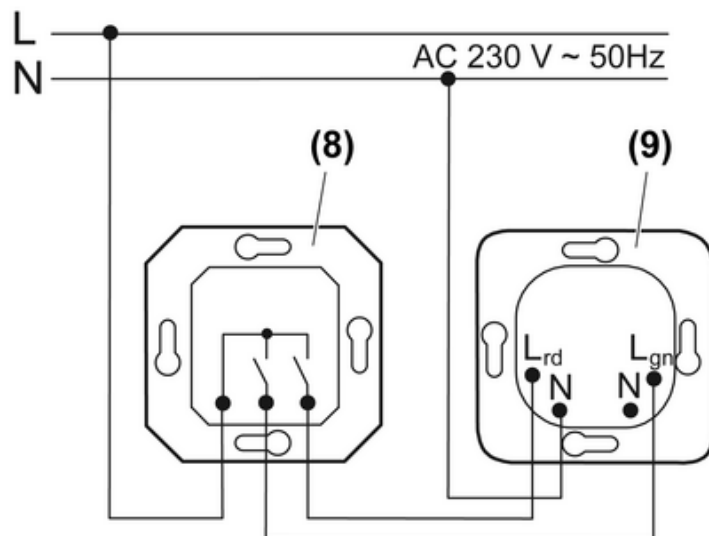

Bild 3: Anschlussbeispiel für Signalleuchte
- Signalleuchte gemäß Anschlussbeispiel (Bild 3) anschließen. Statt des Serienschalters (8), über den beide Farben separat geschaltet werden, kann auch ein Wechselschalter verwendet werden, der lediglich ein Umschalten der beiden Farben bewirkt.